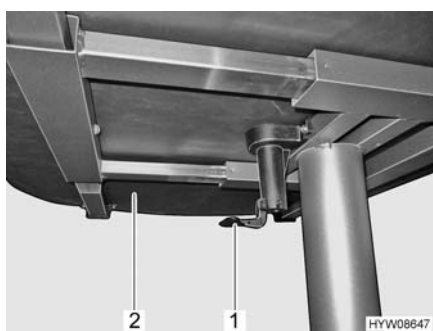

Fig. 60 Leva per spostare il piano del tavolo
- Tirare o spingere la leva (Fig. 60,1) verso il basso.
- Spingere il piano del tavolo (Fig. 60,2) nella posizione desiderata.